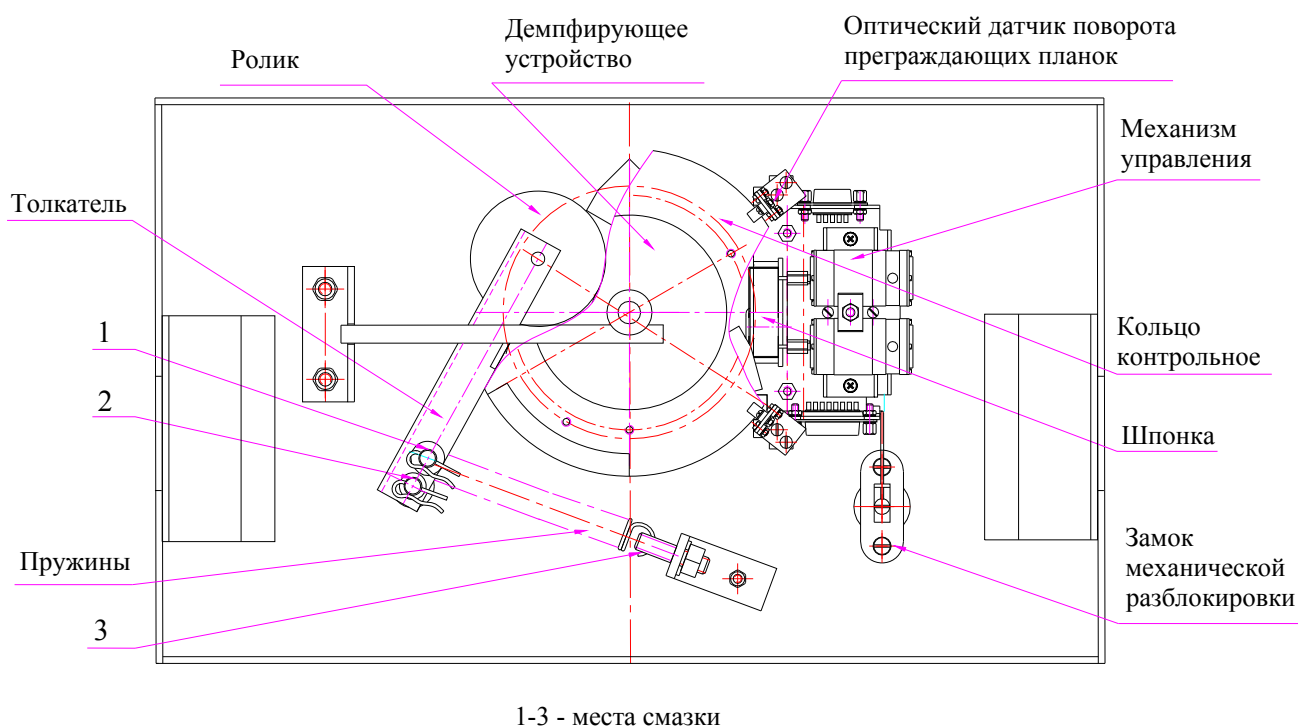

Рисунок 10 – Расположение внутренних деталей и узлов механизма ТВС01
- снимите крышку (3) в порядке, указанном в разделе 6;
- осмотрите устройство доворота (толкатель, пружины и ролик), оптические датчики поворота преграждающих планок и демпфирующее устройство (см. рисунок 10);
- механизмы секретности замка механической разблокировки (7) и замка крышки (4) со стороны замочной скважины;
- проверьте крепление преграждающих планок (5), для этого: